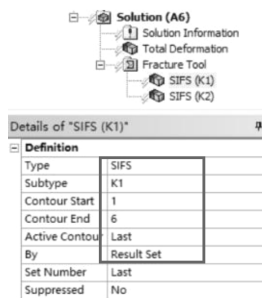

图 8-10 结果设置
- (1) 在导航树上单击【Solution (A6)】。
- (2) 在求解工具栏中单击【Deformation】→【Total】。
- (3) 在求解工具栏中单击【Tools】→【Fracture Tool】→【Details of “Fracture Tool”】→【Crack Selection】= Semi-Elliptical Crack。
(4) 右键单击【Fracture Tool】→【Insert】→【SIFS Results】→【SIFS (K2)】；单击【SIFS (K2)】→【Details of “SIFS (K2)”】→【By】= Result Set；【SIFS (K1)】→【Details of “SIFS (K1)”】→【By】= Result Set, 其他默认, 如图 8-10 所示。